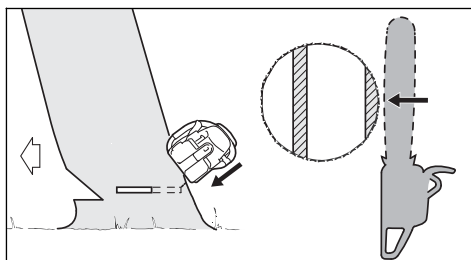

Рис. 27
- Защитный ремень снаружи, сверху под наклоном разделить с помощью вытянутых рук (рис. 27)